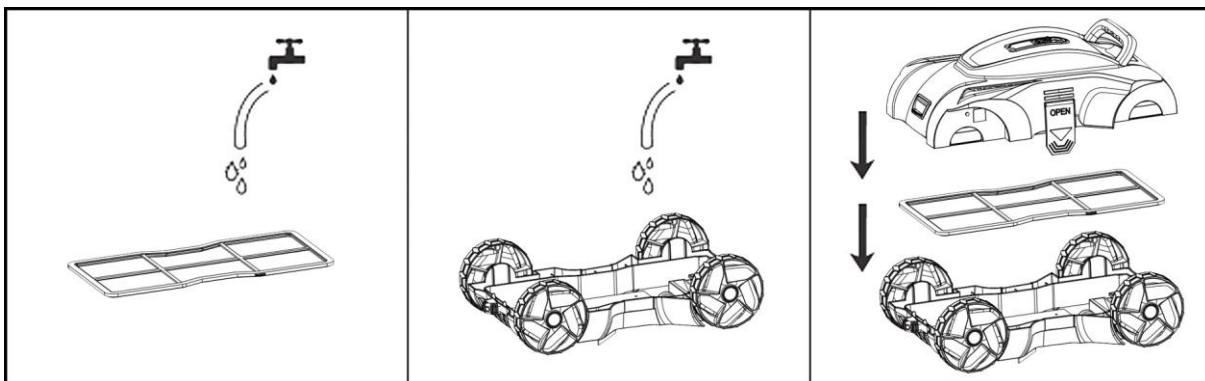

Fig. 6
- Retirez toute la saleté et l'eau de l'intérieur de l'appareil (fig. 6).
- Ouvrir l'appareil au niveau des quatre points de fixation pour pouvoir retirer le couvercle et la cartouche filtrante (fig. 6).